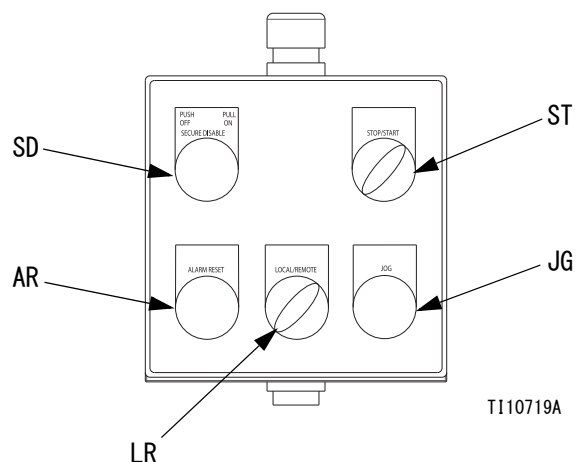

図 5: ローカル制御ボックス
ローカル制御ボックスには、5 台の制御機器が入っています。図 5 を参照してください。
1. 始動 / 停止スイッチ (ST) を [停止] に設定します。図 5 を参照してください。
2. [安全な機能無効化 (SD)] スイッチを押し込みます。
3. 始動 / 停止スイッチ (ST) を [停止] に設定します。図 5 を参照してください。
2. VFD を使用してモーターを低フロー (約 15 Hz) に設定します。必要に応じて調整します。具体的なフロー設定手順については、VFD 説明書 311596 を参照してください。図 5 を参照してください。
3. [安全な機能無効化 (SD)] スイッチを押し込みます。図 5 を参照してください。
4. 始動 / 停止スイッチ (ST) を [停止] に設定します。図 5 を参照してください。
5. [安全な機能無効化] スイッチ (SD) を引き出してこれを外します。図 5 を参照してください。
7. 始動 / 停止スイッチ (ST) を [始動] に設定します。速度は増加しますが、急な変化ではありません。図 5 を参照してください。